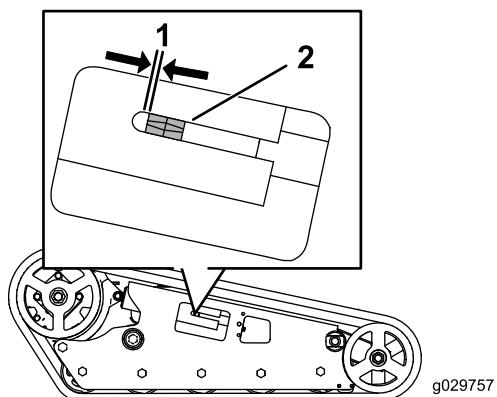

Рисунок 54
4. Используя сменную головку размером 1/2 дюйма, поворачивайте натяжной винт против часовой стрелки до тех пор, пока расстояние между натяжной гайкой и задней стороной натяжной трубы не станет равным 0,64 см, как показано на Рисунок 54.
Между натяжной гайкой и прямой стороной паза натяжной трубы должен быть зазор 0,64 см (Рисунок 54). Если это не так, отрегулируйте натяжение гусеницы, используя следующую методику:
10. Вращайте натяжной винт против часовой стрелки до тех пор, пока расстояние между натяжной гайкой и задней стороной трубы вилки (Рисунок 54) не станет равным 0,64 см.
10. Вращайте натяжной винт против часовой стрелки до тех пор, пока расстояние между натяжной гайкой и прямой стороной паза натяжной трубы (Рисунок 54) не станет равным 0,65 см.